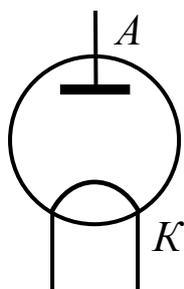

Рис. 10.8
*Термоэлектронной эмиссией* называют испускание электронов металлами при нагревании. Число испускаемых электронов зависит от рода металла, состояния поверхности и температуры. Обычно термоэмиссия электронов происходит при таких температурах, при которых наблюдается свечение раскаленного металла. С увеличением температуры металла число испускаемых электронов увеличивается. Термоэлектронная эмиссия находит широкое применение в электровакуумных приборах. Простейшим среди них является диод (рис. 10.8).